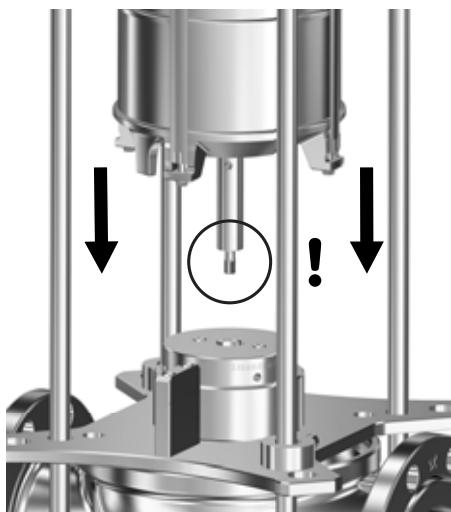

Рис. 22 Установка комплекта камер на приспособлении H2
- Установите комплект камер на приспособление H2. См. рис. 22. Убедитесь, что торец вала насоса закрепился в приспособлении.